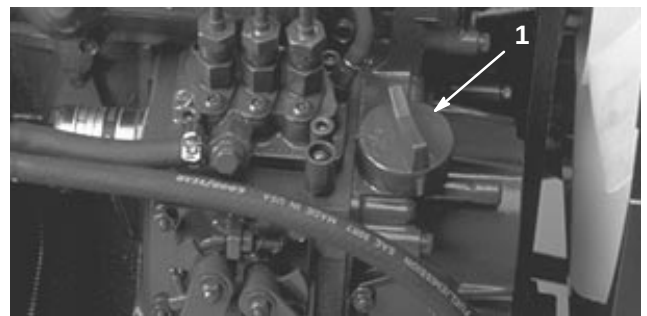

Bild 16
3. Entfernen Sie bei niedrigem Ölstand den Ölfülldeckel (Bild 16), gießen langsam kleinere Ölmengen ein und kontrollieren den Stand regelmäßig, bis die Voll-Marke am Peilstab erreicht wird.